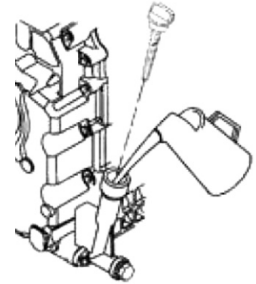

Рис. 5
- Закройте сливной кран и залейте рекомендованное масло через маслоналивную горловину по уровню (Рис. 5).